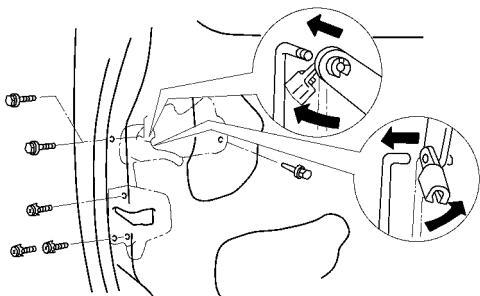

图 17-38 拆下车门锁和带锁芯的门外把手
(14) 拆下车门锁和带锁芯的门外把手，如图 17-38 所示。